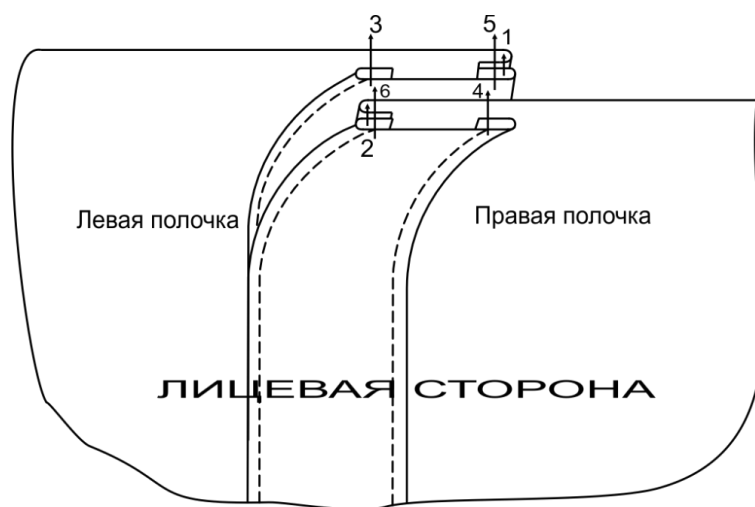

Рисунок 4. Схема обработки планки полочки
23. Притачайте одну деталь обтачку-планку застёжки к правой части полочки, а вторую – к левой части полочки, укладывая обтачки на изнаночную сторону полочек лицевой стороной вниз (рис. 4, строчки 1 и 2).
25. Настрочите детали обтачек на правую и левую полочку отделочной строчкой на расстоянии 1 мм от сгиба (рис. 4, строчки 3 и 4).
26. Настрочите отделочную строчку по шву притачивания обтачки на правой и левой полочках (рис.4, строчки 5 и 6).